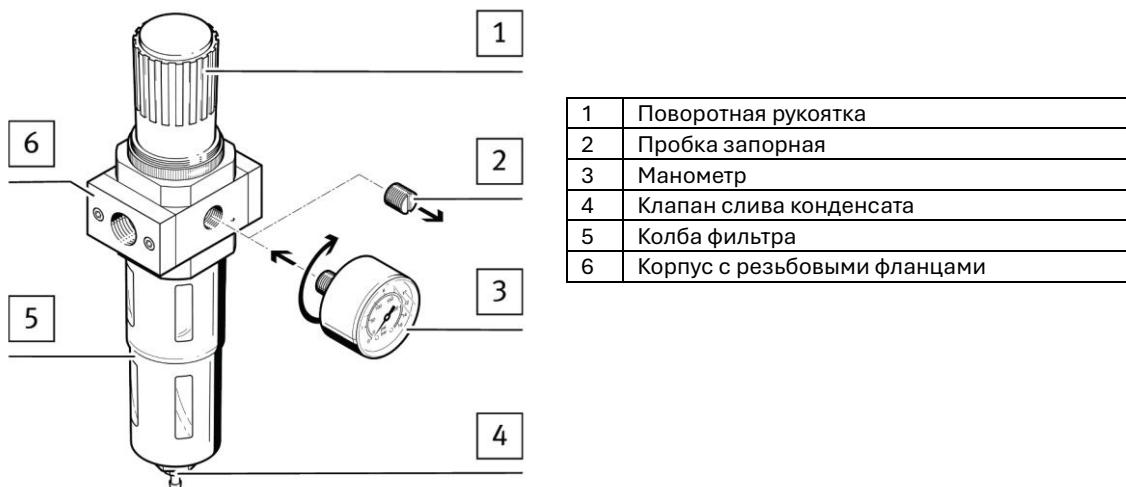

Рис.1 Конструкция фильтра-регулятора
Верните манометр Поз. 3 до упора как показано на Рис. 1. Предварительно уплотните резьбу манометра фум лентой или специальным герметиком. Доверните до упора и выровняйте шкалу манометра. Для выравнивания можно ослабить манометр максимум на один оборот.
Для настройки давления на выходе (давление p2) разблокируйте поворотную рукоятку Поз.1 Рис. 1 потянув её вверх до щелчка.
Заблокируйте поворотную рукоятку Поз.1 Рис. 1 нажав её вниз до упора сопровождающегося характерным щелчком.
1. Поверните Клапан слива конденсата поз. 4 Рис.1 против часовой стрелки, если смотреть снизу.
2. Открутите колбу фильтра Поз.5 Рис. 1
5. Закрутите колбу фильтра Поз.5 Рис. 1 Момент затяжки: MINI: 2 Нм, MIDI/MAXI: 2,5 Нм.